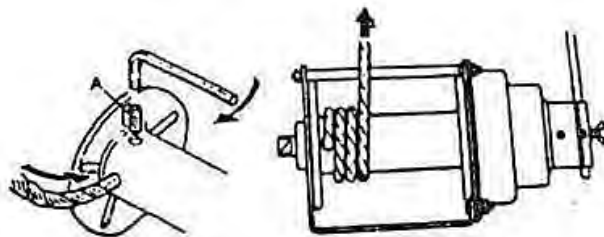

Рисунок 2
**Монтаж троса для лебедки 0,5 т** (см. рисунок 2) - Ослабьте фиксирующий болт или установочный винт и вставьте конец троса в барабан на 57 мм до конца троса. Плотно затяните болт до требуемого крутящего момента.